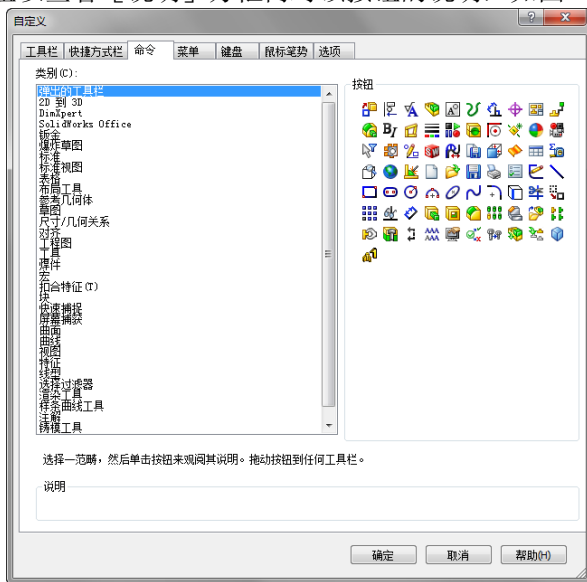

图 2-9 对按钮的说明
4. 单击一个按钮以查看[说明] 方框内对该按钮的说明，如图 2-9 所示。